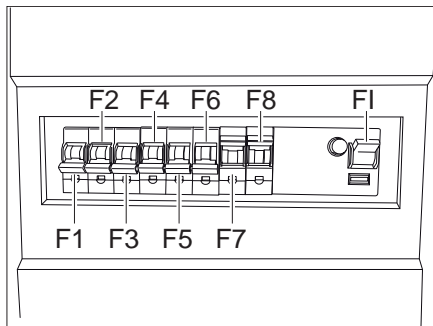

Fig. 187 Coffret de fusibles
- Enclencher les fusibles F4-F6 (Fig. 187).